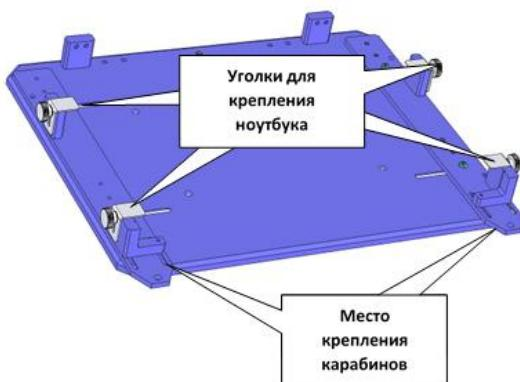
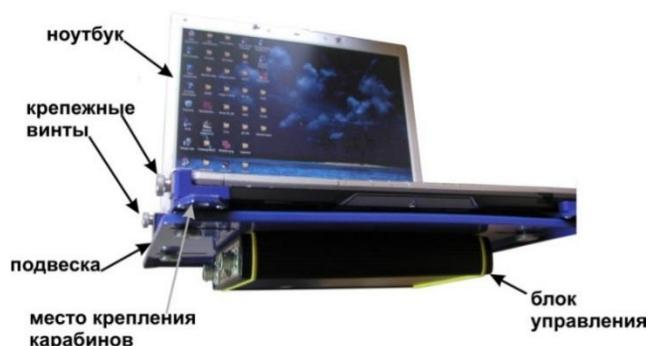

Рис. 2.1 - Подвеска для ноутбука
Рис. 2.2 - Подвеска с установленным
- Установить ноутбук на подвеску (Рис. 2.1). Перед установкой необходимо открутить уголки крепления, после установки ноутбука на подвеску жестко зафиксируйте его при помощи уголков. Подвеска с установленным ноутбуком и блоком управления показана на Рис. 2.2.